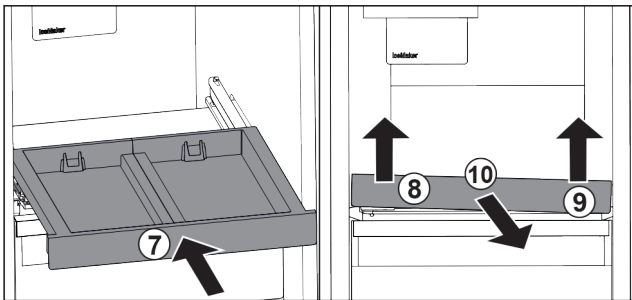

Fig. 30
- ▶ Вставьте выдвижную панель. Fig. 30 (7)
- ▶ Приподнимите выдвижную панель спереди слева. Fig. 30 (8)
- ▶ Приподнимите выдвижную панель спереди справа. Fig. 30 (9)
- ▶ Извлеките выдвижную панель движением вперед. Fig. 30 (10)